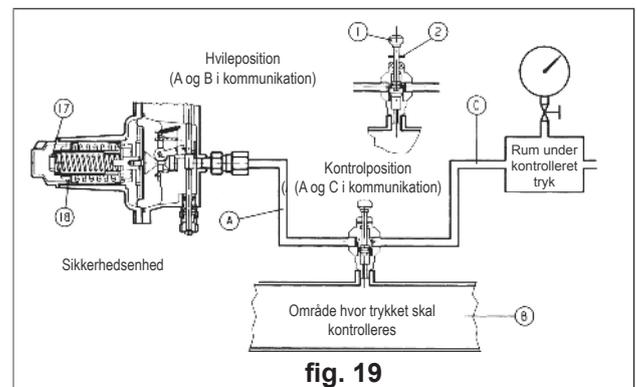

fig. 19
A) For slam-shut-ventiler tilsluttet rørføringen nedstrøms vil trevejsventilen "push" 11, agere som beskrevet i det følgende (Fig. 19):
- A) For slam-shut-ventiler tilsluttet rørføringen nedstrøms vil trevejsventilen "push" 11, agere som beskrevet i det følgende (Fig. 19):